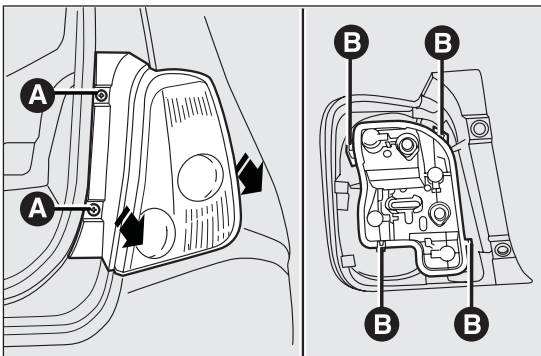

fig. 115
- svitare le due viti di fissaggio A fig. 115 ed estrarre il gruppo ottico assialmente senza ruotarlo;
- estrarre il portalampeade dalla propria sede svincolandolo dalle alette di bloccaggio B fig. 115;